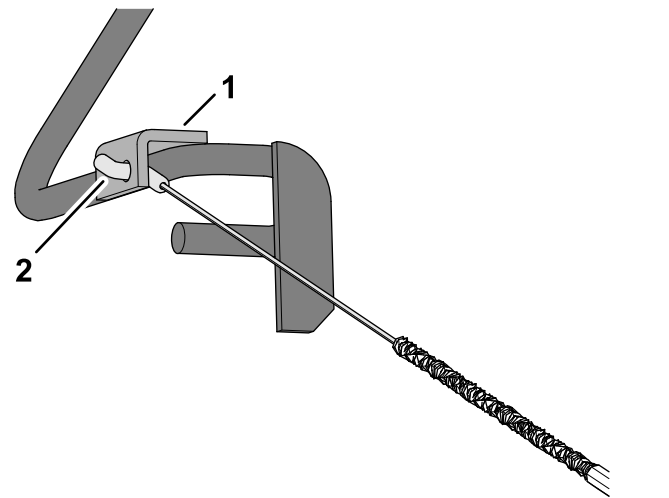

Рисунок 10
2. Вставте муфту кабелю через отвір у кронштейні важеля присутності оператора, як показано на Рисунок 10.